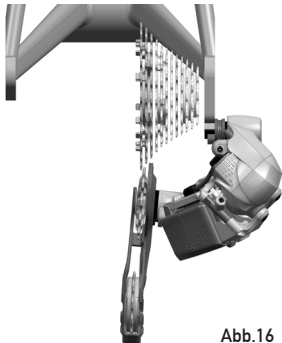

Abb.16
- beim Positionieren des Schaltwerks auf dem größten Ritzel, von hinten betrachtet, ist zu beobachten, dass der untere Teil des Schwenkbügels sich übermäßig an die Speichen des Laufrads annähert, weil wahrscheinlich das Ausfallende verbogen ist (Abb. 16)